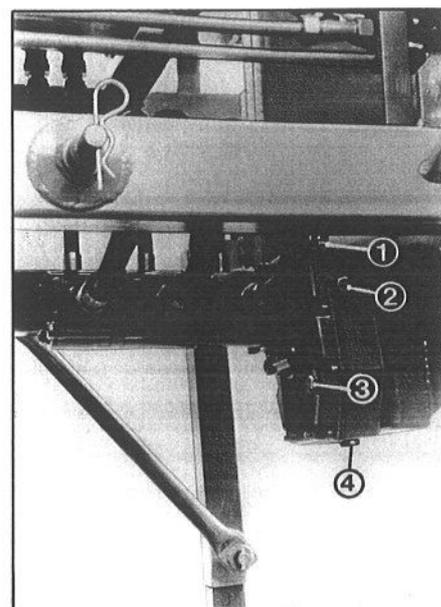

Bild 6:
6. Haltekette so einhängen, daß ein ausreichender Schwenkbereich der Gelenkwelle in allen Betriebsstellungen gewährleistet ist (Bild 6) Haltekette nicht zum Aufhängen der Gelenkwelle benutzen!